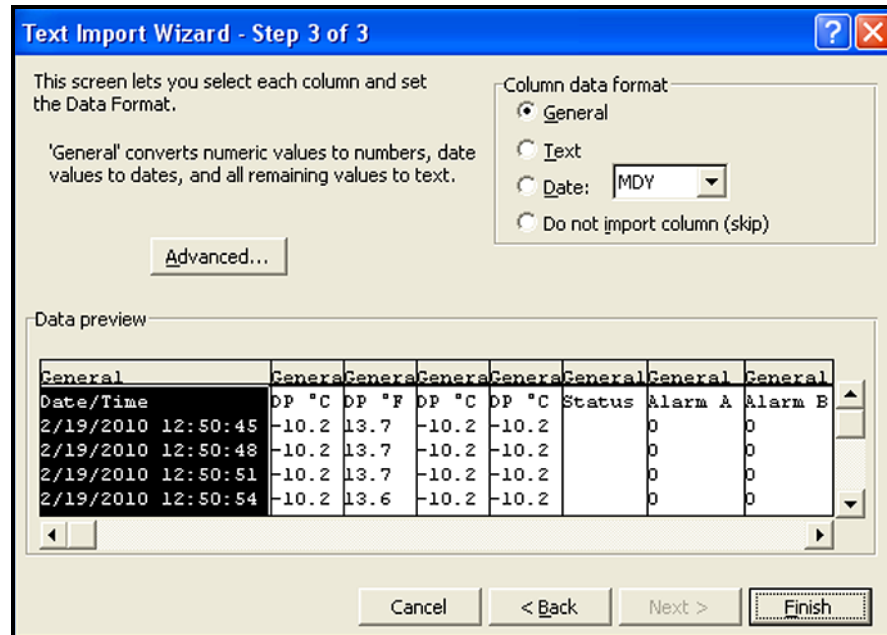

Figure 62: Assistant d'importation Microsoft Excel - étape 3
4. Sélectionnez les séparateurs de données souhaités, puis cliquez sur **Suivant>**. Un écran semblable à celui de la *Figure 62* ci-dessous s'affiche.
5. Sélectionnez chaque colonne et définissez-en le format des données (voir la *Figure 62* ci-dessous).